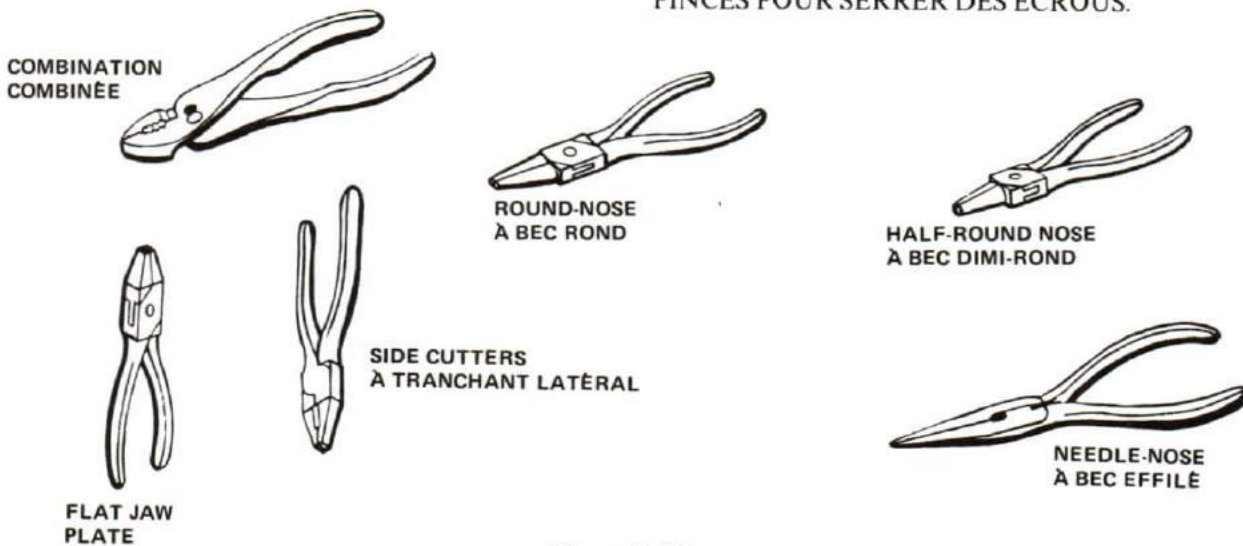

Figure 9-15
15. Pliers - Pliers are fine utility tools. They come in a wide variety of shapes and sizes. The most common type is the combination. See Figure 9-15. They may be used for holding or bending metal stock, and they have an attachment for cutting wire. Pliers should not be used for very heavy work; the jaws will spring or break. Above all, **PLIERS ARE NOT TO BE USED FOR TURNING NUTS**.
15. Les pinces. Les pinces sont d'excellents outils à maints usages qui existent sous plusieurs formes et longueurs. Le type le plus commun est la pince combinée qui peut servir à retenir ou à plier le métal et qui comporte un dispositif pour couper le fil de fer (voir la figure 9-15). Les pinces ne s'emploient pas pour les travaux très durs; les mâchoires se déformeraient ou se briseraient. **N'EMPLOYEZ SURTOUT JAMAIS DE PINCES POUR SERRER DES ÉCROUS**.